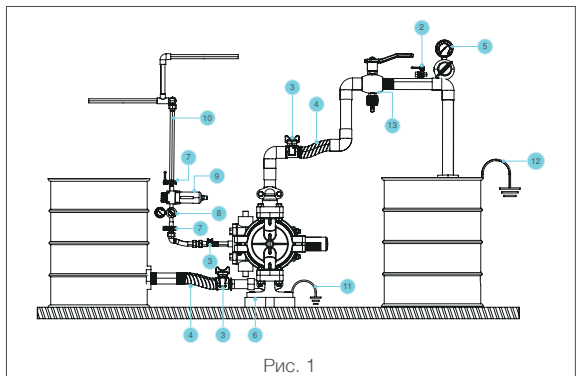

Рис. 1
- Насосы для перекачки легковоспламеняющихся и горючих жидкостей должны быть заземлены от статического электричества. (См. Стр. 4, рисунок 1).
Установка мембранного насоса проста. Однако, если принять во внимание рекомендованные производителем технические характеристики установки, срок службы насоса будет продолжительным, а эффективность будет высокой. (См. Стр. 4, рисунок 1.)
Рисунок 1 предназначен для предоставления пользователю информации и руководства о том, как может быть установка. Он помогает пользователю настроить систему в соответствии с его требованиями. Для получения дополнительной информации и документов, пожалуйста, свяжитесь с Ekin Industrial или авторизованным дилером. 444 35 46 (EKIN)
Давление в воздуховоде, подключенном к насосу, не должно превышать 7 бар. Установите воздушную линию со шлангом, который не меньше размера присоединения, чтобы насос мог работать с желаемой эффективностью. Размер соединения с воздушной линией на насосе типа MIT 160 составляет 1/4". Установите воздушную линию насоса, как показано на стр. 4, рис. 1. Убедитесь, что воздушная линия между основным воздушным трубопроводом и насосом является гибкой.
- Подсоедините воздуховод, как показано на стр. 4, рис. 1. Прикрепите аксессуары к стене или в определенном месте. Убедитесь, что воздушная линия проводит электричество.
Необходимо откачивать захваченный воздух между воздуховодом, подключенным к мембранному насосу (показан на рис. 1, 3), В противном случае захваченный воздух может привести к неожиданному движению насоса. Это может привести к несчастным случаям и отравлению движущимися частями.
- Установите манометр перед нагнетательной линией, чтобы измерить давление (См. Стр. 4, рисунок 1).
- Убедитесь, что гибкие и магистральные трубопроводы, соединяемые с нагнетательной линией, являются проводящими. Если вы не использовали проводящие трубы, заземлите трубы. (См. Стр. 4, рисунок 1).